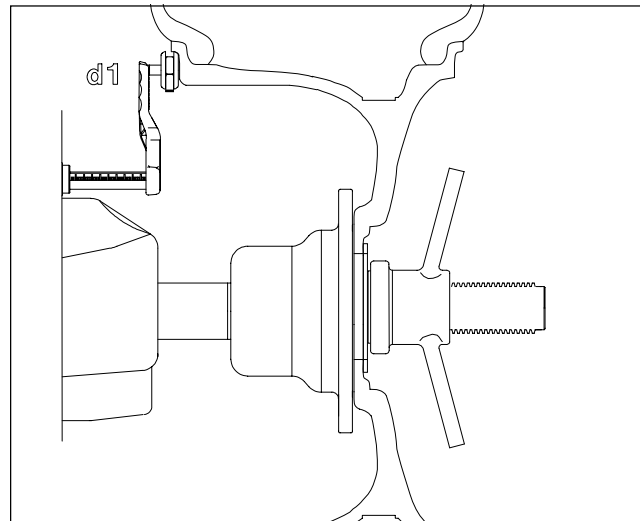

Figure 31
2. Étendre le bras de mesure écart jante et toucher la position du poids gauche. Voir Figure 31. L'afficheur indique "**d - 1**". La sonnerie haute se déclenche quand la dimension est entrée. Ramener le bras de mesure à la position de repos, la sonnerie basse indiquera qu'il est possible de continuer.